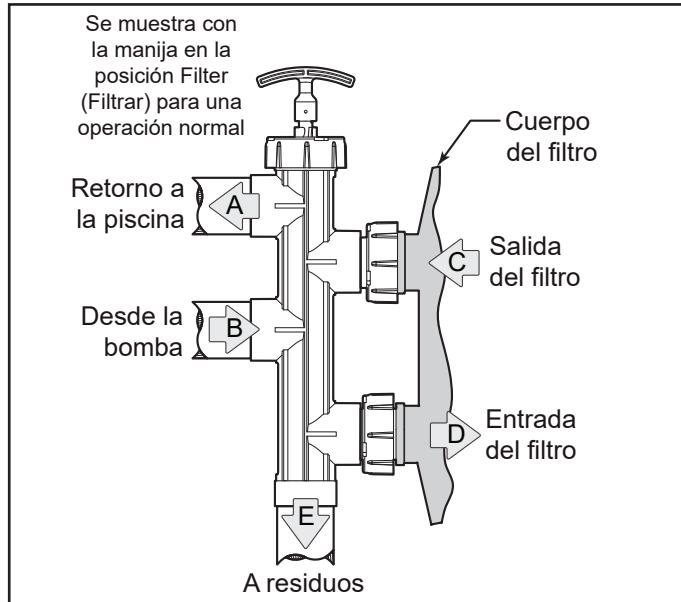

Figura 7. SVLV8 instalada
9. Sostenga la válvula de corredera en posición vertical y colóquela en los puertos del filtro. Consulte la Figura 7.
- Regrese la manija de la válvula a la posición de operación normal. Consulte la Figura 7.